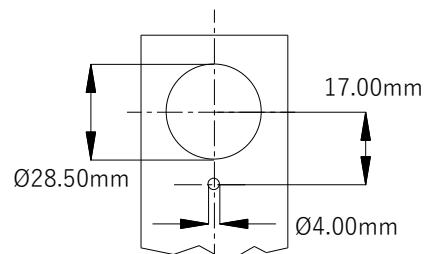

図3: 穴加工図
PCS-100システムには、通常、CS-6000 (CC) クランプカラーが必要になります（別売）。特殊なブラケットが必要な場合は、図3に示された加工仕様を参照してください。